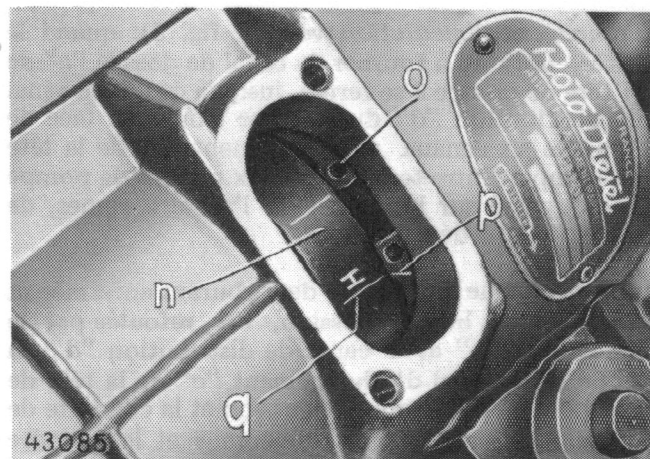

Fig. 4 — Repères de réglage de la pompe d'injection ROTO - DIESEL pour le réglage du point d'injection
S'assurer pour le contrôle que le repère "p" placé sur le circlip "o" (fig. 4) se trouve exactement en face du repère "p" placé sur la disque d'entraînement "n" du rotor; cette marque "q" est repérée par la lettre "H".
1. Enlever le couvercle "i" de la pompe (fig. 2); tourner l'arbre d'entraînement de la pompe, jusqu'à ce que le repère "q" se trouvant sur le disque d'entraînement "n" (fig. 4) soit exactement en face du repère "p" sur le circlip "o".
IMPORTANT! Le disque d'entraînement comporte plusieurs repères qui sont indiqués par des lettres différentes. La marque "q" n'est cependant repérée que par la lettre "H" (voir fig. 4).
2. Desserrer suffisamment les écrous de fixation de la pompe et éloigner celle-ci du bloc cylindres, aussi loin que les trous oblongs le permettent, puis la ramener vers le bloc, mais seulement jusqu'à ce que le repère "H" porté sur le disque d'entraînement "n" soit (fig. 4) juste en face le repère "p" sur le circlip "o"; puis serrer les trois écrous au couple prescrit.